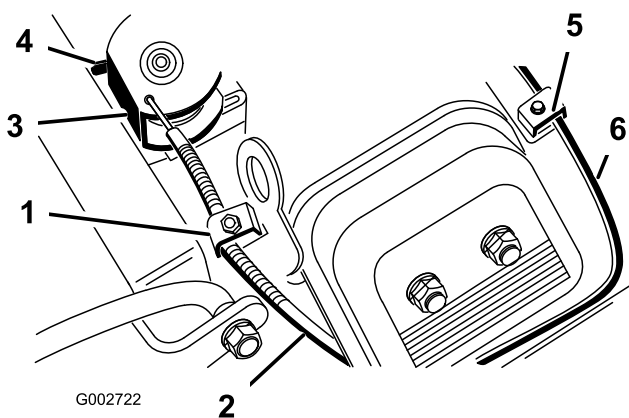

図 40
2. スロットルケーブルをエンジンに固定しているクランプのねじをゆるめる 図 40。
2. チョークケーブルをエンジンに固定しているクランプのねじをゆるめる 図 40。
4. チョークケーブル 図 40 を十分に引いてチョークを完全に閉じ、その位置でクランプのねじを締める。
4. スロットルケーブルを十分に引いて、スイベルの後部をストップに接触させる 図 40。